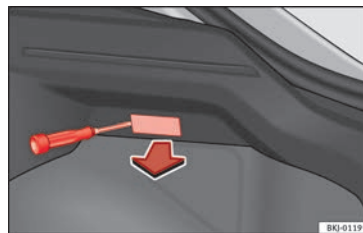

Fig. 122 Luz del maletero.
- Extraiga la tulipa haciendo presión sobre el borde de la parte interior de la misma con ayuda de un destornillador por su parte plana »» **fig. 122.**